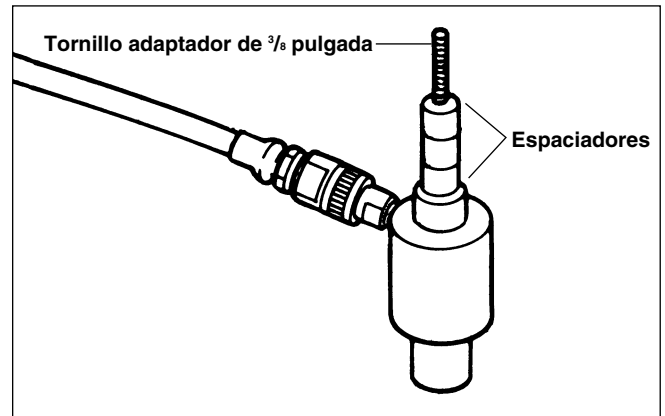

Figura 2 – Montaje para agujeros de 1/2 pulgada
4. Ponga tres espaciadores sobre el perno de acoplamiento de 3/4 pulgada comenzando con el espaciador más corto. Luego coloque el mediano y finalmente el largo (*Figura 2*).